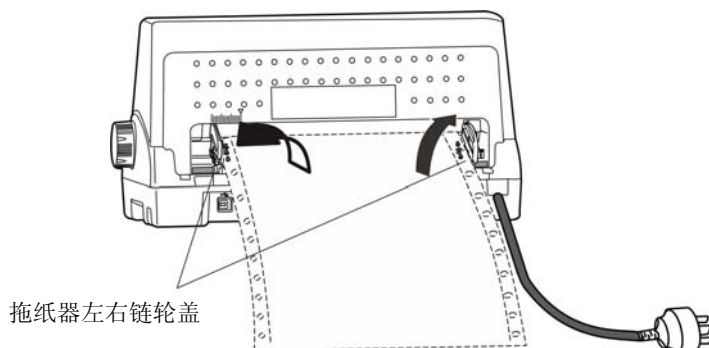

图 3-8 将连续纸安装在拖纸器上
4. 打开拖纸器左右链轮的链轮盖，将纸装入拖纸齿形带上（如图 3-8 所示）。
请将连续纸的顶端对齐拖纸器的边沿（如图 3-8 所示）。